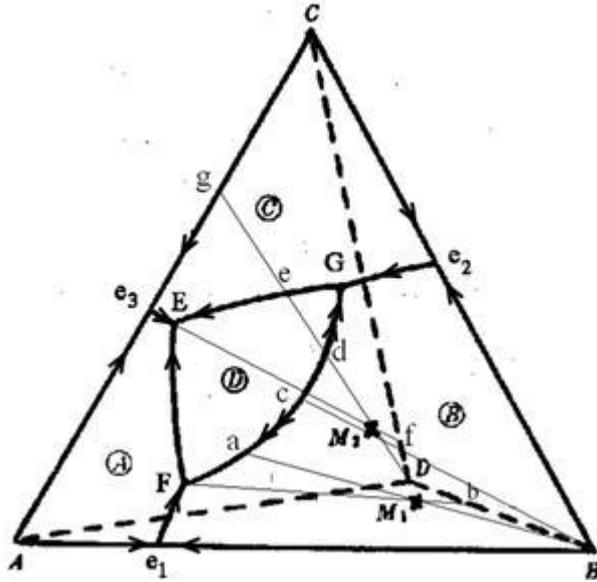

图 6-13 图 6-14
6-25 根据图 6-13 三元系统相图：(1) 判断无变量点 E、P 的性质，并写出相平衡关系式；(2) 分析熔体  $M_1$ 、 $M_2$  和  $M_3$  的冷却析晶过程，并总结判断结晶产物和结晶结束点的规则；(3) 加热组成为  $M_4$  的混合物，将于什么温度出现液相？在该温度下出现的最大液相量是多少？在什么温度下完全熔融？写出其加热过程相平衡表达式。